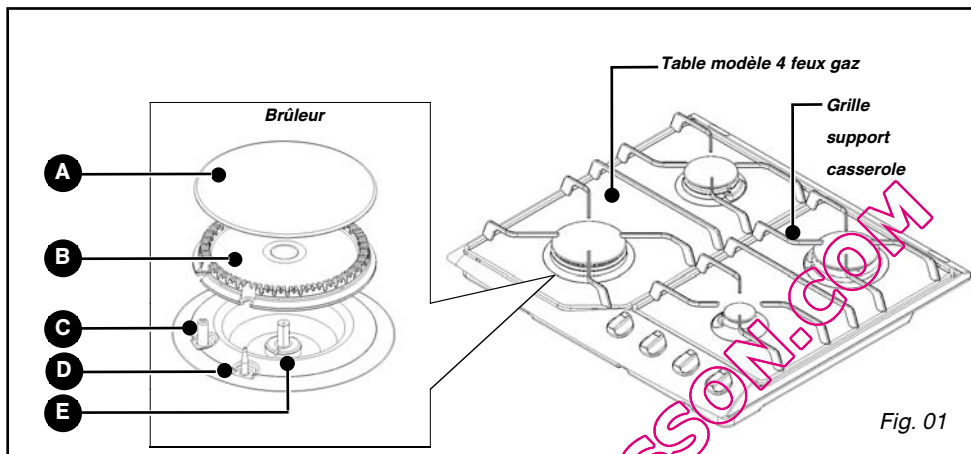
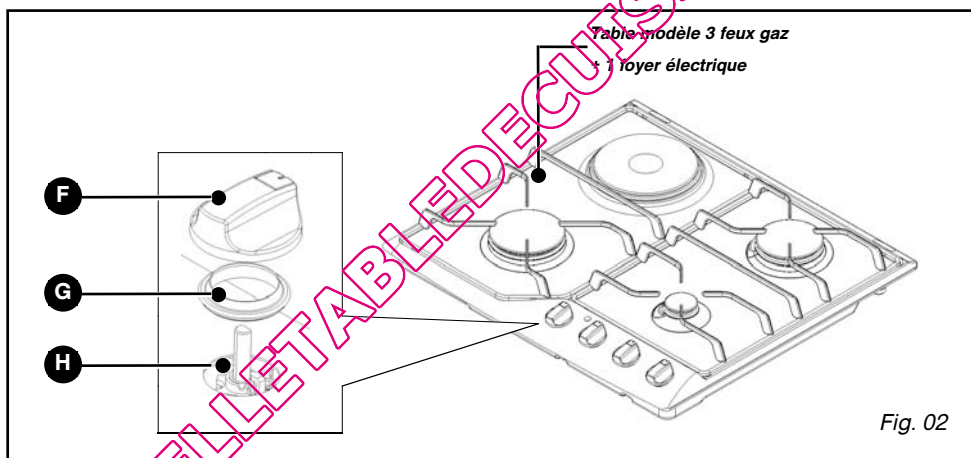

Fig. 01
Fig. 02
Se conformer au croquis (Fig. 01).
– Pour assurer l'étanchéité entre le carter et le plan de travail, collez le joint mousse **sur le pourtour extérieur du carter**, avant l'installation de la table (Fig. 02).
Vous pouvez immobiliser, si vous le désirez, la table au moyen de quatre pattes de fixation livrées avec leur vis (Fig. 02) se fixant aux quatre coins du carter. **Utilisez impérativement les trous prévus à cet effet suivant le dessin ci-dessus (Fig. 01).**